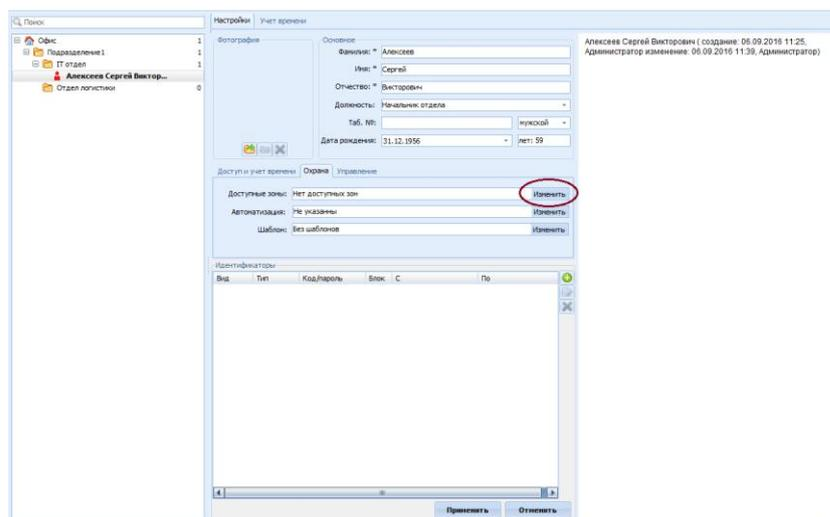

Рисунок 26.32 Выбор доступных для управления зон
- перейти на вкладку **Охрана** и нажать кнопку **Изменить** в поле «Доступные зоны» (Рисунок 26.32) См. 23.7;